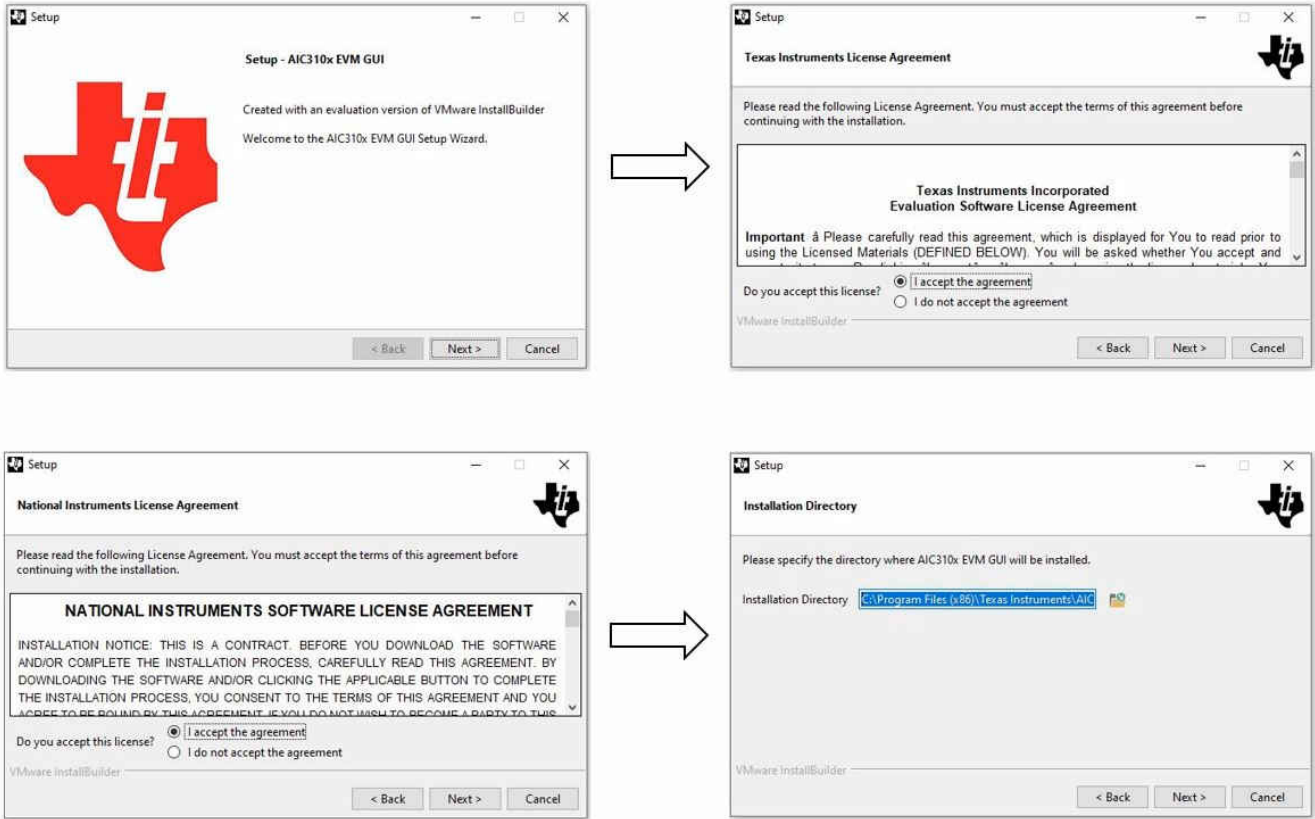

图 1-1. AIC310x 控制软件安装
4. 运行该可执行文件后，TLV320AIC310xEVM 控制软件安装便会开始。按照弹出窗口中的指示操作，接受许可协议并选择安装目录。图 1-1 展示了该过程。